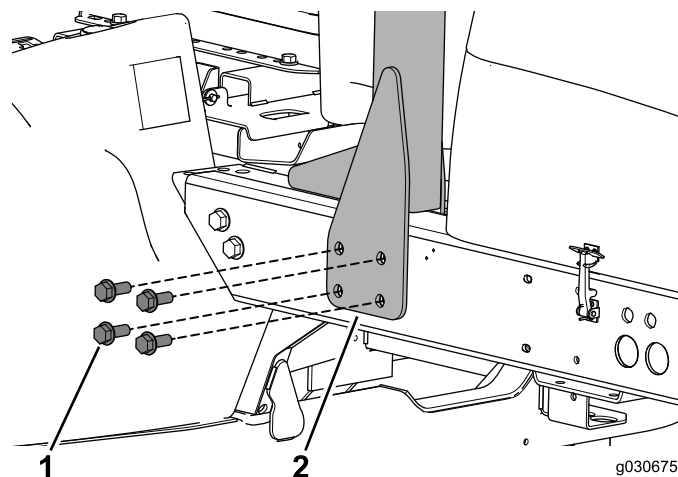

Figura 6
1. Togliete i bulloni che fissano il ROPS sul lato sinistro della macchina (Figura 6).